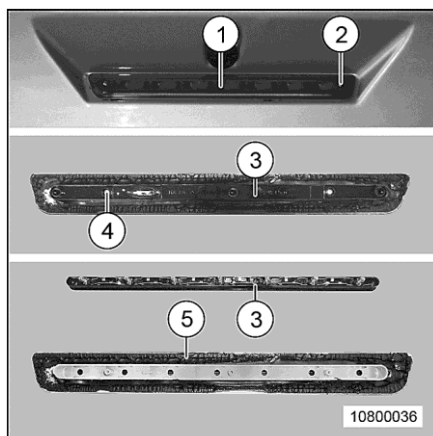

Fig. 204 Troisième feu de freinage
- Pour remonter le troisième feu de freinage (Fig. 204/1), appliquer du mastic d'étanchéité frais (Fig. 204/5). Le mastic d'étanchéité est en vente chez les partenaires de service Carthago.
1. Desserrer les vis (Fig. 204/2) du troisième feu de freinage (Fig. 204/1).
2. Retirer le troisième feu de freinage (Fig. 204/1). En raison du mastic d'étanchéité, ceci demande un peu d'énergie est nécessaire.
3. Sur la face arrière du troisième feu de freinage (Fig. 204/1), retirer les vis (Fig. 204/4) de la baguette en plastique (Fig. 204/3).
4. Enlever la baguette en plastique (Fig. 204/3) et remplacer l'ampoule.